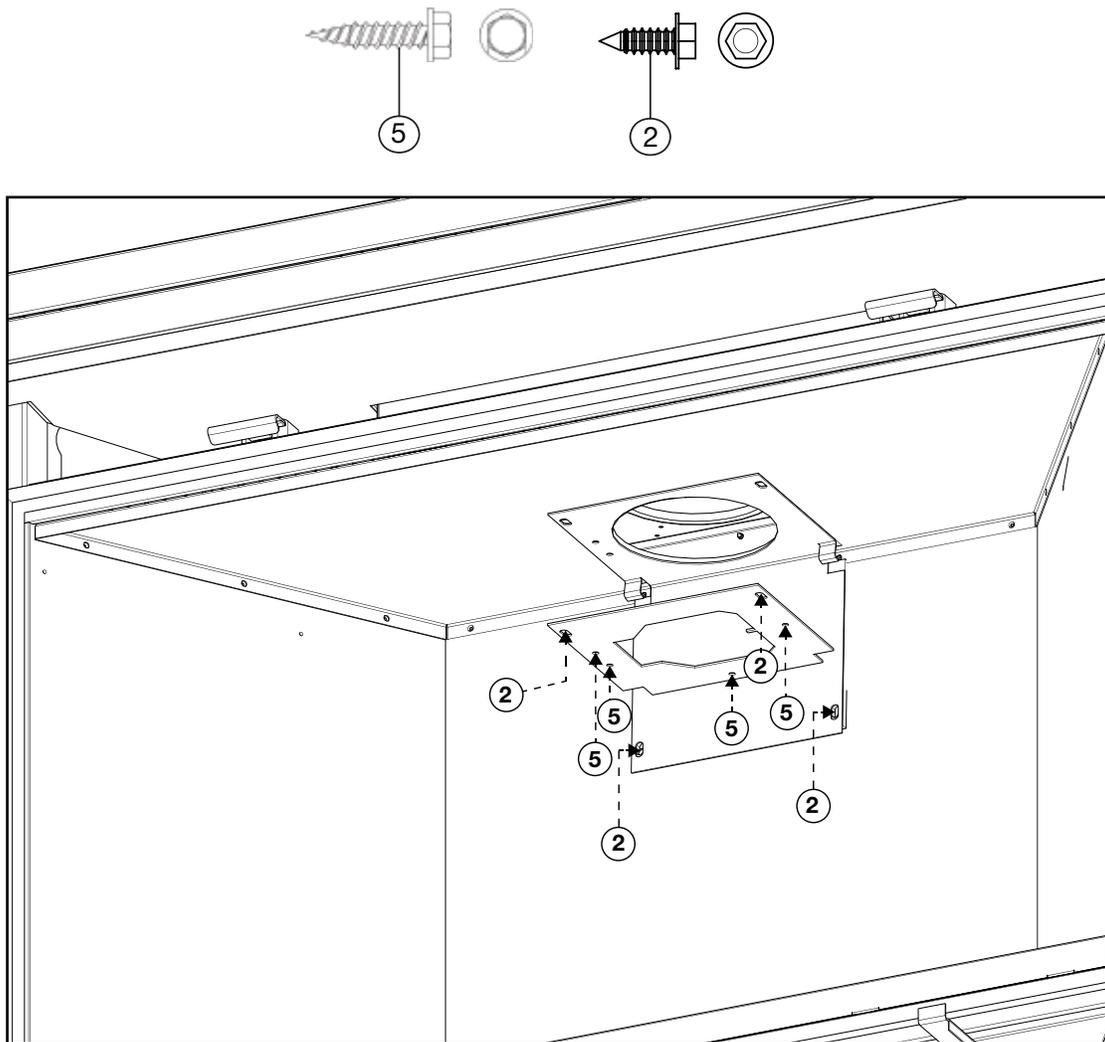

Fig. 4
- G.** Fixez le plaque de réducteur de sortie d'évacuation complètement à l'aide de 4 vis autotaraudeuse (fournis) (**Fig. 4**).